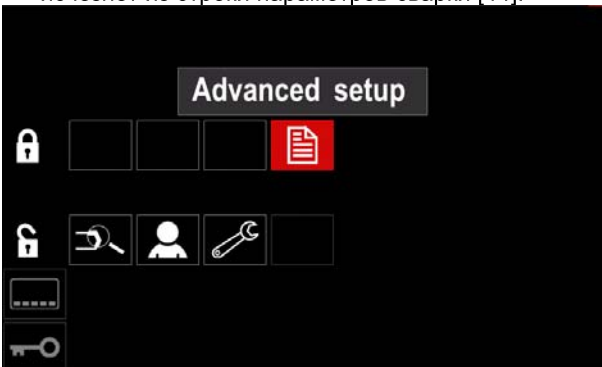

Рисунок 45.
- Нажмите правый регулятор [36]. Пиктограмма выбранного параметра исчезнет с нижней части дисплея (Рисунок 45.). Также этот параметр исчезнет из строки параметров сварки [44].